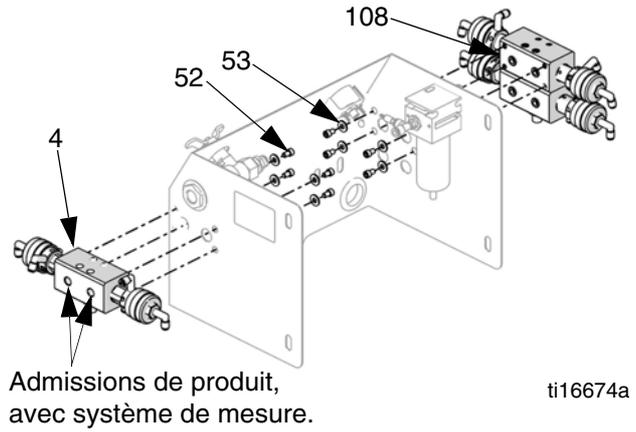

FIG. 22. Retrait des vannes juxtaposées
4. **Avec systèmes de mesure** : Débrancher les conduites d'admission de produit des vannes juxtaposées. Voir la **FIG. 22**.
5. Retirer quatre boulons (52) et rondelles (53) de l'intérieur du panneau afin de retirer chaque vanne juxtaposée (4, 108 sur un système à 3 couleurs).